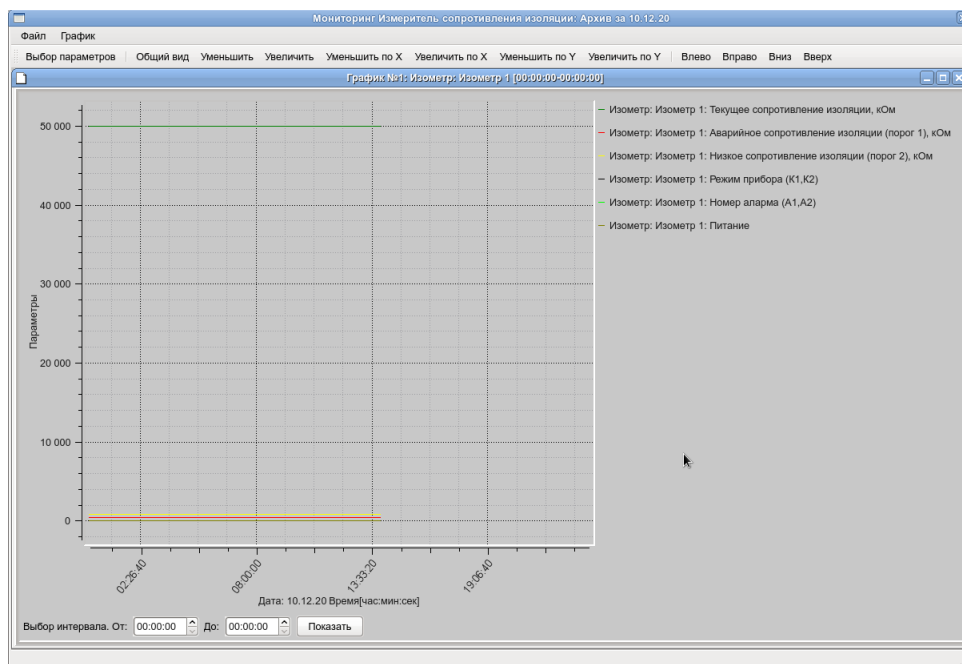

Рисунок 4.13.3
4.13.3 Если архив за заданные сутки найден, открывается окно просмотра графиков сопротивления изоляции (рисунок 4.13.3).